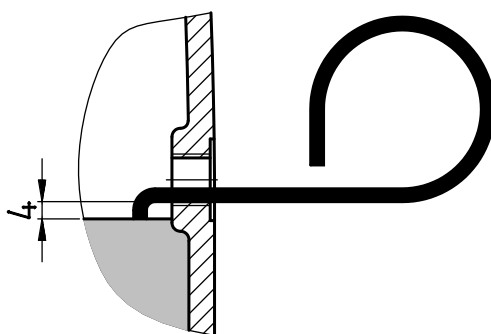

Figure 32 : Contrôle du niveau d'huile avec la jauge
2. Mesurer le niveau d'huile dans le réducteur à l'aide de la jauge à huile fournie (réf. : 283 28300500), tel que représenté dans la Figure 32. Ce faisant, maintenir à la verticale la partie de la jauge d'huile immergée. Le niveau d'huile maximal correspond au bord inférieur de l'alésage de niveau d'huile. Le niveau d'huile doit se situer env. 4 mm sous le bord inférieur de l'alésage du niveau d'huile. Plonger de nouveau la jauge dans l'huile.